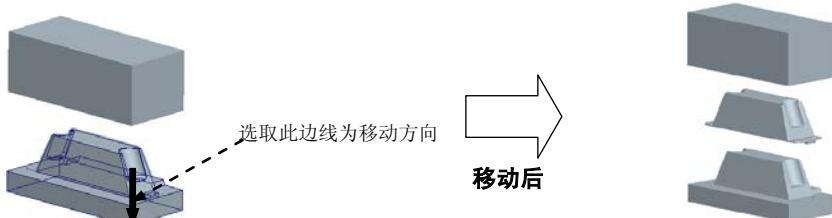

图 12.26 移动下模
Step3. 开模步骤 2：移动下模。参考开模步骤 1 的操作方法选取下模，选取图 12.26 所示的边线为移动方向，输入要移动的距离值 100，按 Enter 键，选择 **Done 完成** 命令，完成下模的开模动作。